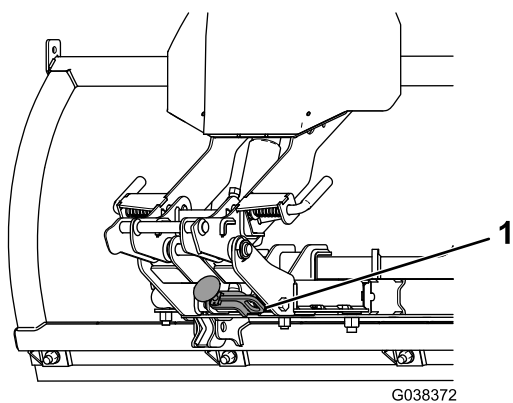

Figure 12
1. Tirez la poignée de la béquille vers l'extérieur et tournez-la pour abaisser la béquille (Figure 12).